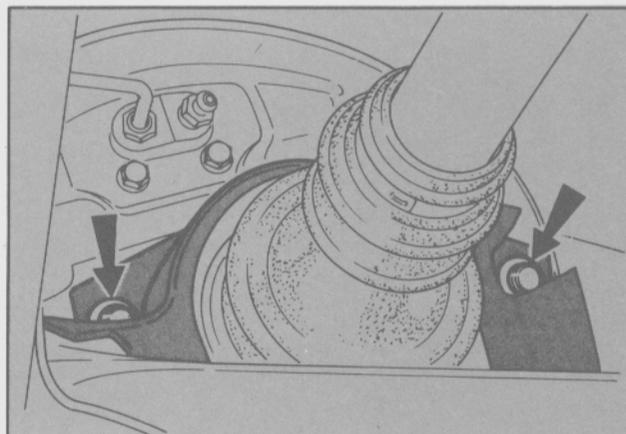

Fig. 13 - Tapas plásticas de las juntas (las flechas muestran los clips de retención).
- Colocar las tapas de plástico de las juntas de transmisión, con los clips, a los tornillos superiores ubicados en la parte trasera del plato portafrenos (Fig. 13).